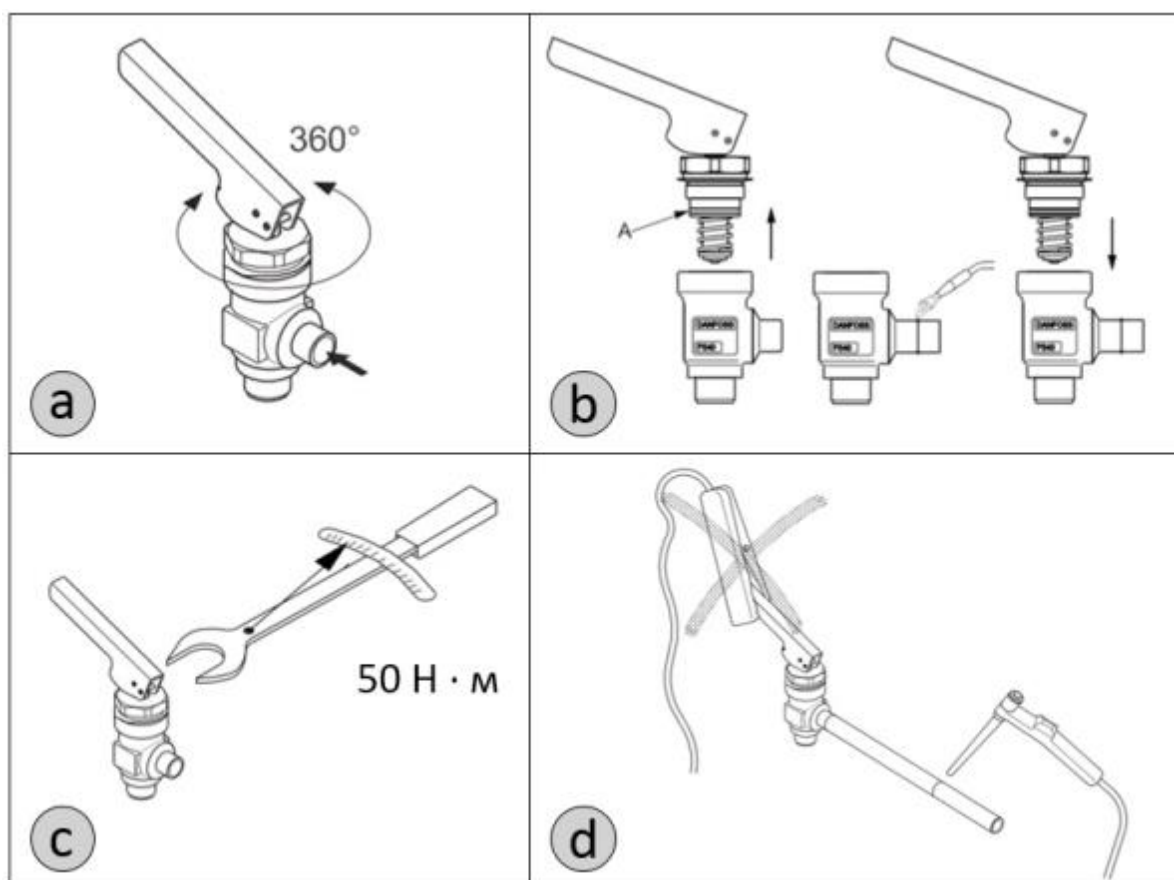

Рис. 3 Инструкция по установке
Рукоятка клапана может разворачиваться на 360° для удобства открытия клапана (рис. 3а).
Необходимо использовать шланг с таким же диаметром, как диаметр выходного штуцера клапана QDV. Клапан должен быть установлен таким образом, чтобы поток входил в боковой штуцер (рис. 3а). Корпус клапана выдерживает очень высокое внутреннее давление, однако следует не допускать возможности возникновения сильного роста давления, вызванного термическим расширением хладагента в замкнутых объемах. Также необходимо убедиться, что клапан защищен от "гидроудара" в системе.
Перед проведением сварочных работ необходимо разобрать клапан (рис. 3б), чтобы избежать повреждения уплотнительных колец и тефлоновых уплотнений. Разбор клапана не обязателен, если температура между корпусом клапана и запорным органом во время сварки не будет превышать +150°С. Эта температура зависит от метода сварки, а также от наличия охлаждения корпуса клапана во время проведения сварочных работ (охлаждение можно обеспечить, обернув корпус клапана влажной тканью).
- Убедитесь, что уплотнительное кольцо (рис.3б, поз. А) не повреждено.
Клапаны QDV поставляется с одним дополнительным уплотнительным кольцом для соединения корпуса и головки клапана. Снимите повреждённое уплотнительное кольцо (рис.3б, поз. А) с головки клапана и установите новое уплотнительное кольцо.